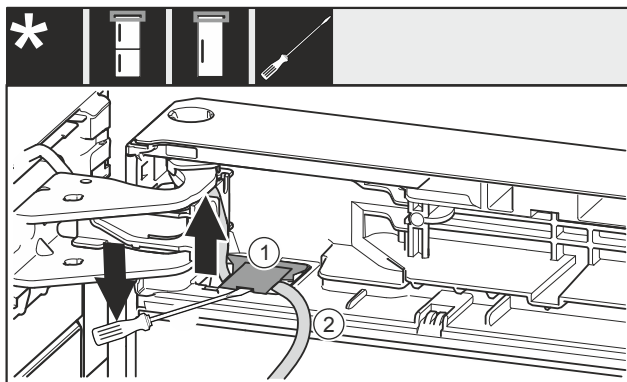

Fig. 10
- Plochým šroubovákem nadzvedněte kryt Fig. 10 (1) a zvedněte jej.
- Vytáhněte kabel Fig. 10 (2).